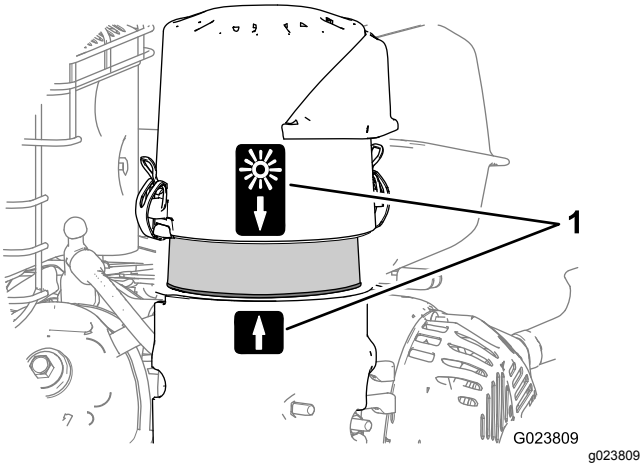

Figura 34
- Alinee la pegatina de la flecha de la tapa del limpiador de aire con la pegatina de la flecha de la base (Figura 34).